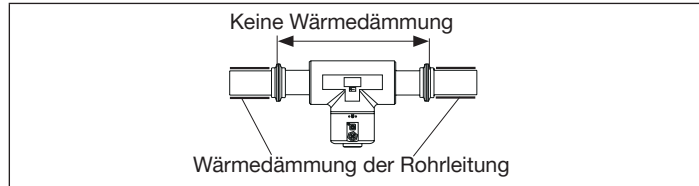

Bild 10: Wärmedämmung der Rohrleitung
- Wenn die Rohrleitung mit einer Wärmedämmung versehen ist, das Messrohr des Geräts nicht thermisch isolieren, damit die Temperatur im Gerät unterhalb 70° C liegt. Siehe Bild 10 und Bild 15 für die Mindestversorgungsspannung.